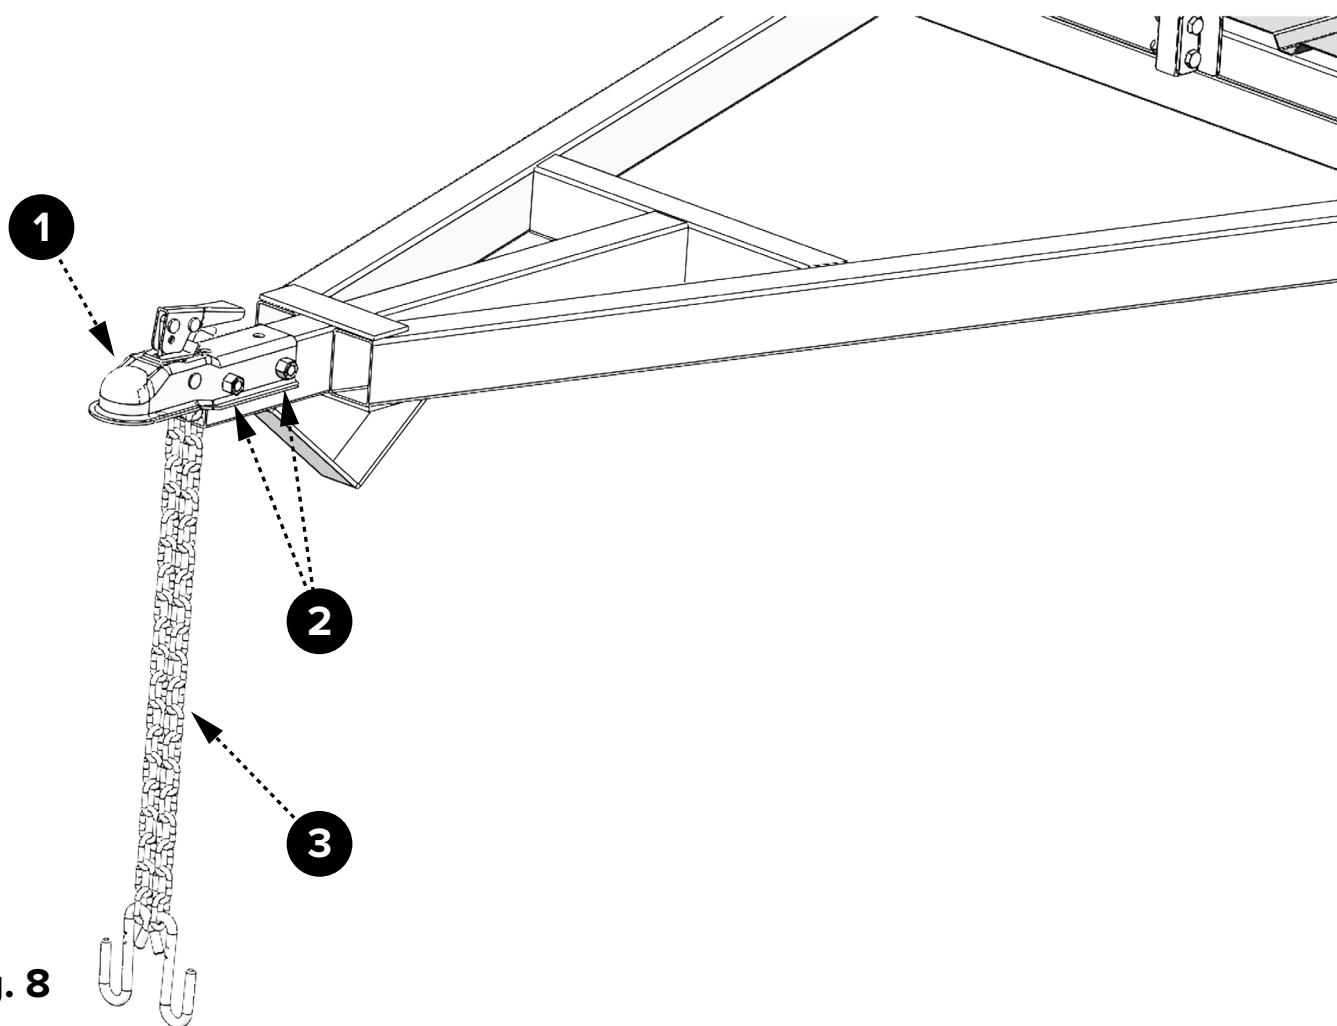

Fig. 8
1. Installez le coupleur (1) et la chaîne de sécurité (3) à l'aide de deux boulons et écrous M12 x 70 (2) fournis (Fig. 8).
2. Le boulon avant passe à travers le maillon d'extrémité de la chaîne de sécurité (3) lorsqu'il est inséré dans le tube de timon.